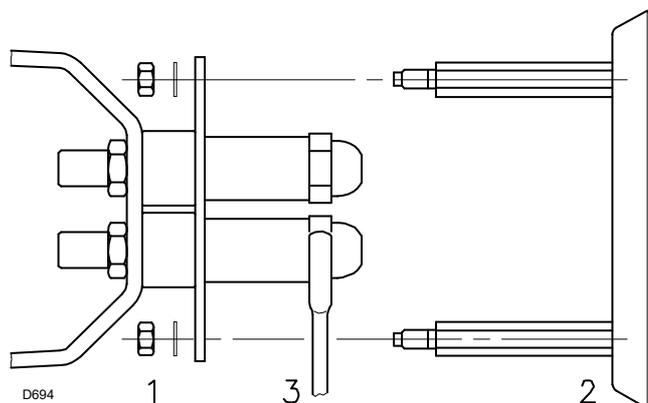

Abb. 11
- Die Muttern 1)(Abb. 11) und die Scheibe 2) abnehmen.
- Die Düsen mit dem Schlüssel 3)(Abb. 11) auswechseln.